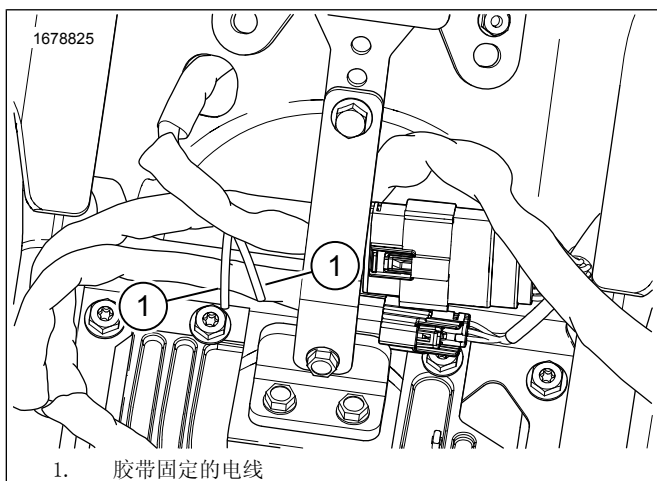

图4。电池箱电线
1. 参见图 4。在电池箱区域找到胶带固定的白色/粉色和白色/棕色电线。从电线上取下胶带。